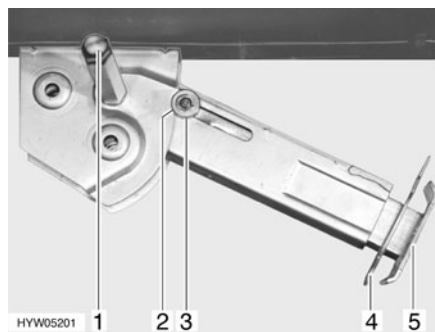

Fig. 31 Vérin stabilisateur
- Placer la clé à pipe sur l'écrou à six pans (Fig. 31,1) et tourner jusqu'à ce que le vérin stabilisateur soit en position verticale vers le bas.
- Retirer la goupille (Fig. 31,4) de la rallonge du pied d'appui (Fig. 31,5).
- Placer la clé à pipe sur l'écrou à six pans (Fig. 31,1) et tourner jusqu'à ce que le vérin stabilisateur se dégage du sol.
- Rentrer complètement la rallonge du pied d'appui (Fig. 31,5) et insérer la goupille (Fig. 31,4) dans le trou prévu à cet effet.
- Tourner la clé à pipe sur l'écrou à six pans (Fig. 31,1) jusqu'à ce que le vérin stabilisateur ait pivoté vers le haut et le disque de guidage (Fig. 31,3) soit complètement rentré dans l'encoche (Fig. 31,2).